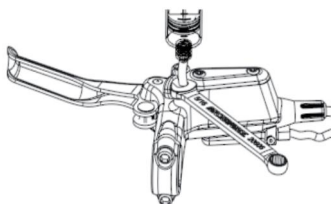

Figure 5-3 Utilisez une clé plate de 8 mm pour desserrer/serrer le filetage du raccord d'huile du corps de l'étrier
④ Utilisez une clé plate de 8 mm pour serrer le raccord d'huile du corps principal (tournez dans le sens des aiguilles d'une montre d'environ 1 tour et demi, comme indiqué sur la figure 5-3).
⑤ Remplissage d'huile formel : Tout d'abord, appuyez sur la poignée de frein avec votre main, puis relâchez-la jusqu'à ce qu'aucune bulle ne s'échappe du tuyau de la seringue. Si l'effet n'est pas évident, appuyez d'abord sur la seringue avec votre main pour permettre à l'huile de frein de pénétrer dans le frein à disque, puis retirez la seringue pour expulser les bulles, répétez cette action trois à cinq fois, puis continuez à appuyer et à relâcher la poignée de frein jusqu'à ce qu'aucune bulle ne s'échappe du tuyau de la seringue. Le remplissage d'huile est terminé, retirez la seringue, insérez la buse d'huile dans le corps principal et serrez la vis de remplissage d'huile.